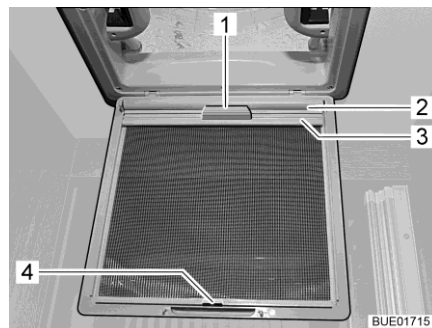

Bild 114 Mörkläggningsrullgardin (taklucka)
- Drag ut mörkläggningsrullgardinen (Bild 114,2) med handtaget (Bild 114,1) och haka i fästlisten (Bild 114,3) i kroken (Bild 114,4) på insektsskyddet.
- Lossa fästlisten (Bild 114,3) från kroken (Bild 114,4) och dra långsamt tillbaka mörkläggningsrullgardinen (Bild 114,2) med handtaget (Bild 114,1).